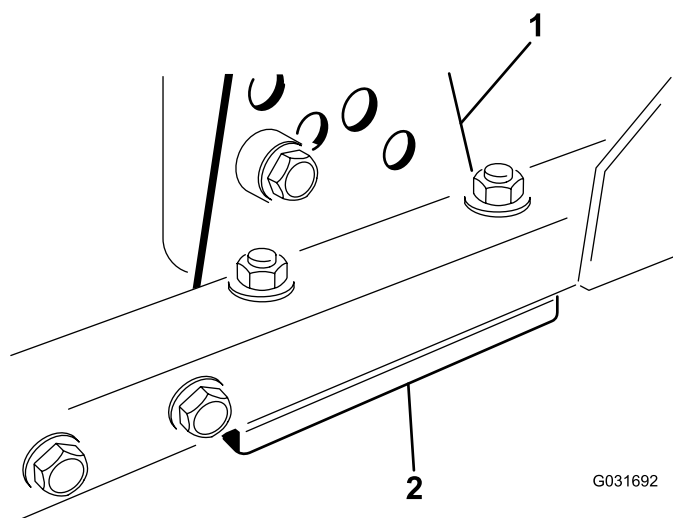

Figure 62
1. Retirez le support de hauteur de coupe (avant, gauche ou droit) du cadre du plateau de coupe (Figure 62).
2. Placez des cales de 1,5 mm et/ou une cale de 0,7 mm entre le cadre et le support du plateau pour obtenir la hauteur de coupe voulue (Figure 62).